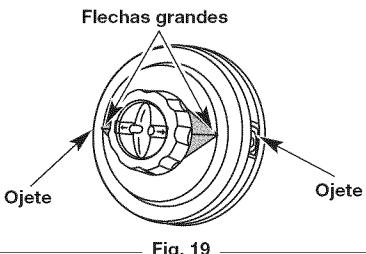

Fig. 19
2. Alinee las flechas grandes de la bobina con los ojetes (Fig. 19).